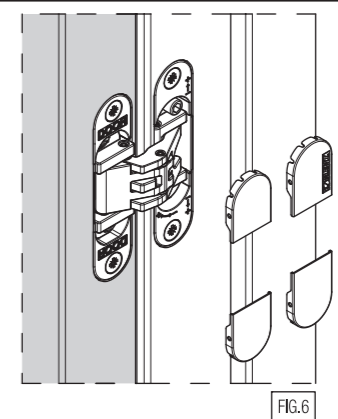

FIG.6
*Applicare le mostrine (fig.6).
*Anbringung der vorderen Abdeckungen (siehe Abb.6).
*Application of the frontal coverings (fig.6).
*Insérer les caches de finition (fig.6).
*Plaats de plastic covers op het scharnier (fig.6).
*Установить наличники (рис.6).
*Montaż nakładek (rys.6).